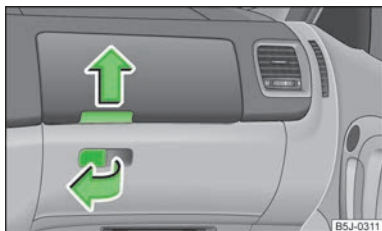

Fig. 61
- Trageți mânerul clapetei în sensul săgeții » fig. 61 și rabatați clapeta înspre în jos.